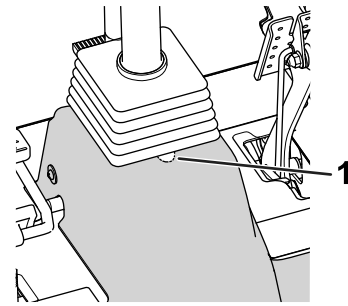

Figure 20
6. Découpez une encoche en U sur le carénage (Figure 20).